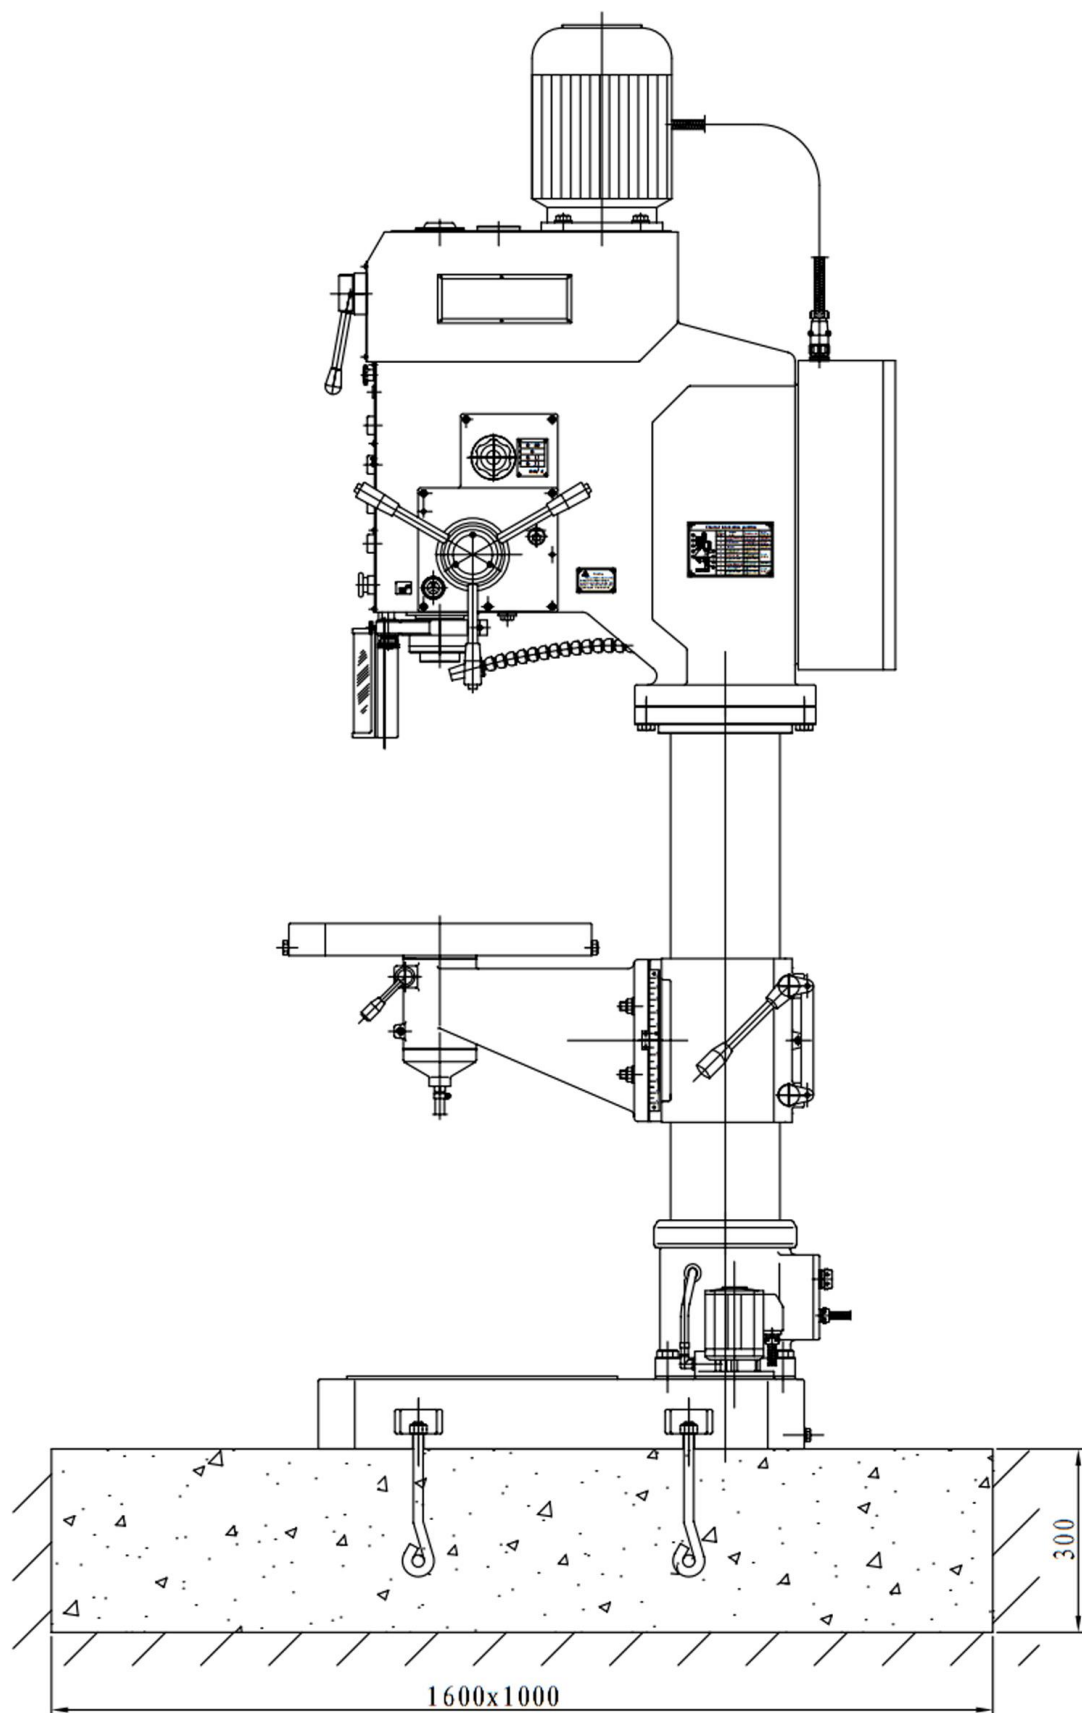

Рисунок 8. Установка
6. Система смазки и охлаждения: 6.1 Система смазки: Детали и подшипники внутри сверлильной бабки смазываются разбрызгиванием. Червяк механизма подачи смазывается маслом, шестерня механизма подачи смазывается смазкой. Уровень масла должен быть немного выше середины окна проверки уровня на момент заливки масла. Излишне залитое масло приведёт к переливу. На рисунке 6 показаны точки смазки, а также указаны специфические требования. 6.2 Система охлаждения: При обработке специальный насос подаёт СОЖ к режущему инструменту и заготовке. СОЖ хранится в ёмкости, расположенной на задней стороне основания. Поток СОЖ регулируется шаровым краном. Необходима регулярная промывка и очистка системы подачи СОЖ, кроме того, требуется регулярная замена СОЖ по фактическому состоянию. 7 Подъем и установка: 7.1 Подъем: Станок жёстко зафиксирован в ящике. При извлечении станка уделите особое внимание знакам снаружи ящика (где должен быть проложен трос и где находится центр тяжести) Ящик не должен переворачиваться, наклоняться или подвергаться ударам при подъёме. Учитывая малую площадь основания и большую высоту станка, запрещается использование роликов для перемещения станка. Рекомендуется подъём краном или вилочным погрузчиком с грузоподъёмностью не менее 1 тонны. Схема стропления станка показана на рисунке 7. Во избежание повреждения краски необходима мягкая прокладка между стальным тросом и станком. Подъём должен вначале выполняться медленно для контроля правильного положения центра тяжести. 7.2 Установка: Рабочая зона станка должна иметь размеры, которые описывает сверлильная бабка, делая один оборот вокруг колонны. Диаметр зоны приблизительно равен 2500 мм. Кроме того, должно быть предусмотрено место для заготовок, приспособлений, инструментального ящика, рабочее место оператора и пространство для обслуживания. Станок должен быть установлен на жёстком фундаменте. Если пол в цехе достаточно жёсткий, укрепление пола не требуется. Однако, мы рекомендуем выполнить фундамент согласно Рис. 8 и предусмотреть место для установочных болтов. Когда фундамент полностью высохнет, станок можно устанавливать на регулировочные пластины. Бетон можно заливать после того, как установлены болты. Затяните болты после полного застывания бетона.